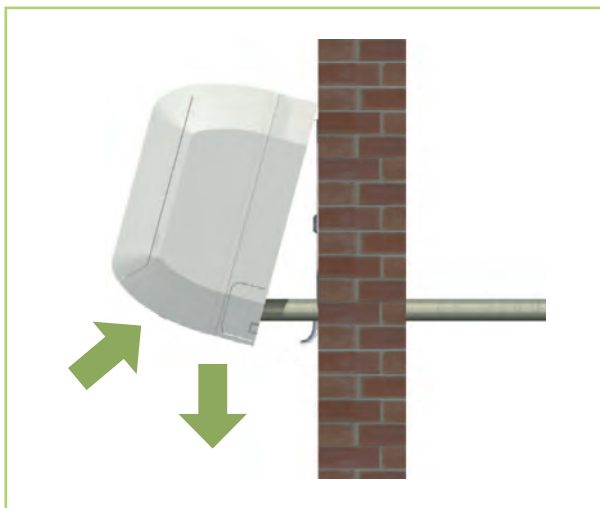

Abb. 27: Waagerechte Ausrichtung
5. Überprüfen Sie nochmals die waagerechte Ausrichtung des Gerätes. (Abb. 27)